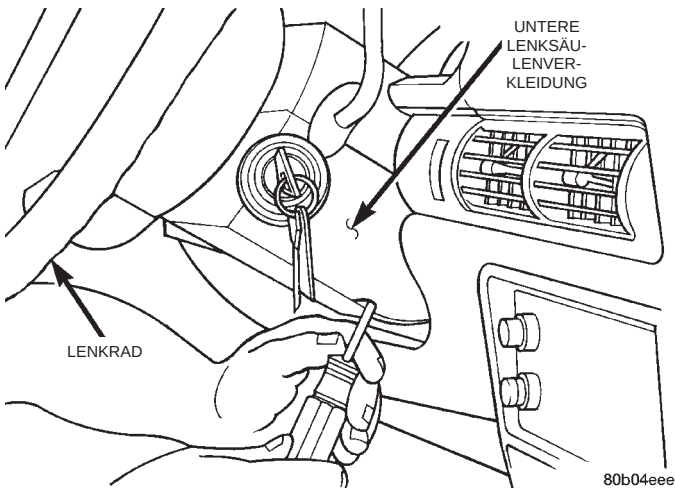

Abb. 13 Halteschrauben der unteren Lenksäulenverkleidung herausdrehen
(2) Halteschrauben der Verkleidung herausdrehen (Abb. 13).